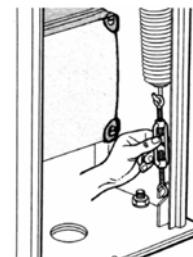

Рисунок 3.
2. С помощью натяжителя пружины произвести балансировку (см. Рисунок 3)